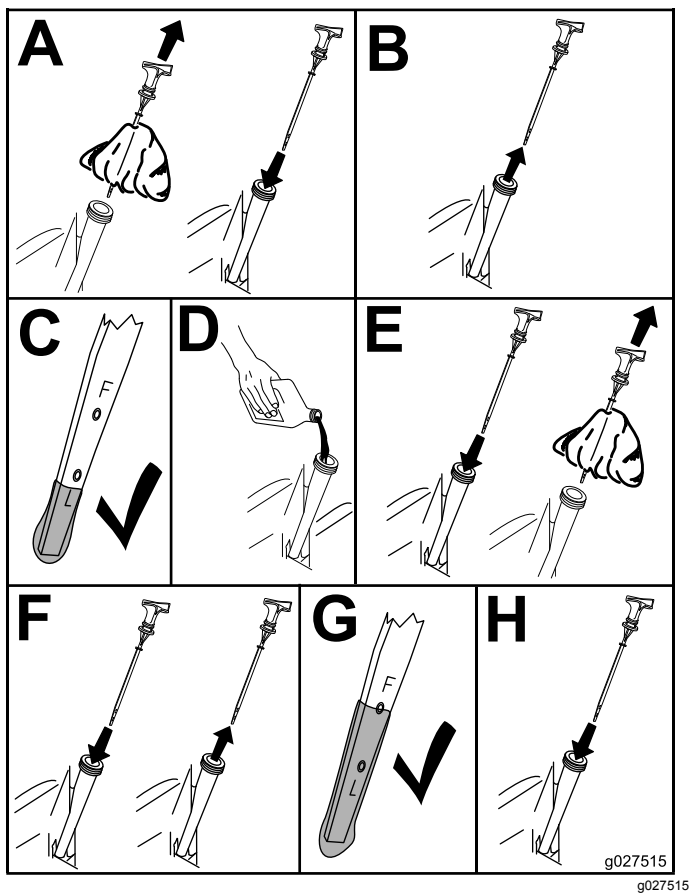

Figura 29
3. Compruebe el nivel de aceite del motor (Figura 29).